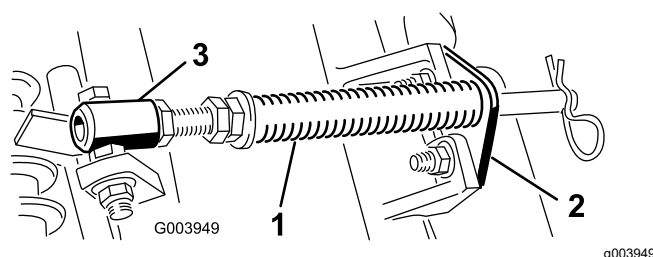

Figura 5
- Retire los 2 pernos de cuello cuadrado y las tuercas que sujetan el soporte de la varilla a las pestañas de la unidad de corte (Figura 5).
- Retire la tuerca con arandela prensada que fija el perno del tubo del muelle a la pestaña del bastidor de tiro (Figura 5), y retire el conjunto.